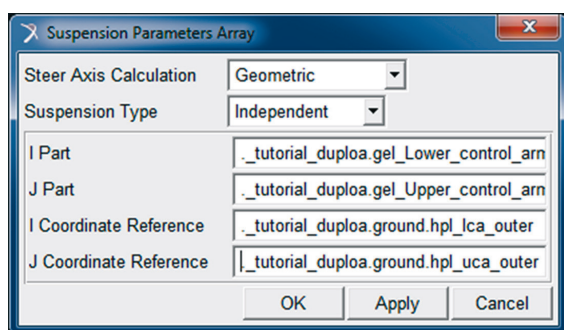

Figura 5.77 – Definição do Caster da suspensão.
A definição do valor de *Caster* da suspensão se dá a partir do preenchimento das informações da Figura 5.77. Para isso:
- Preencha a janela *Suspension Parameters Array*, conforme ilustrado na Figura 5.77.